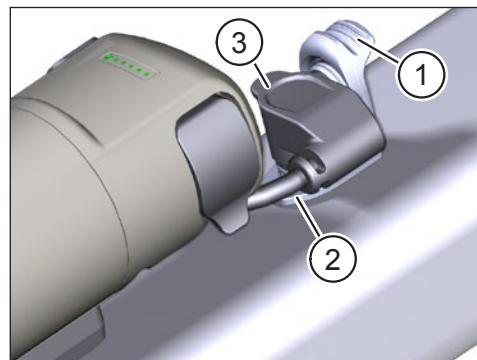

Abb. 8: Verbindungskabel am Ladeport anschließen
- Klappen Sie die Abdeckung (Pos. 1 in Abb. 8) am Ladeport (Pos. 2 in Abb. 8) im E-Bike-Rahmen auf.
- Richten Sie den Stecker (Pos. 3 in Abb. 8) des Verbindungskabels so aus, dass die Steckercodierungen von Stecker und Ladeport übereinstimmen.
- Stecken Sie den Stecker in den Ladeport und sichern Sie den Stecker mit der Abdeckung (Pos. 1 in Abb. 8).